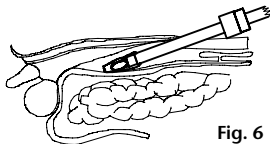

Fig. 6
- Si lo desea, aplique lubricante estéril en el extremo distal del sistema de balón e introdúzcalo en el espacio de trabajo extraperitoneal ya preparado a través de cualquiera de los accesos existentes. Durante la inserción del sistema de balón, así como durante la intervención en sí, tenga cuidado de no dañar el balón con otros instrumentos. (Fig. 6)